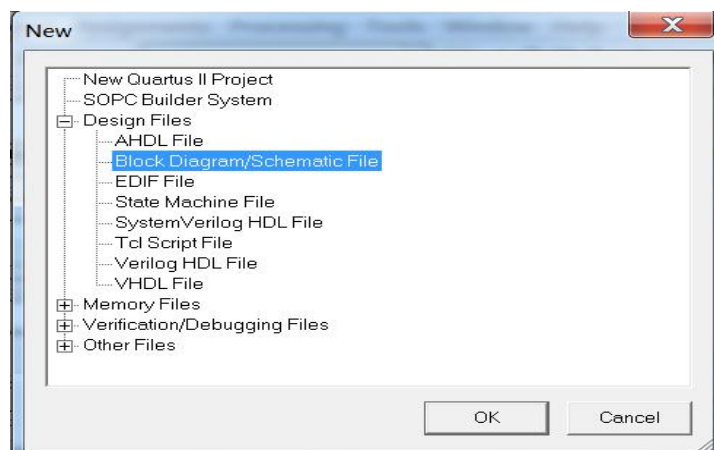

图 1-3-4 新建原理图文件（.bdf 文件）
**步骤 1** 在当前项目工程中，选择“File”菜单“New”，弹出文件类型选择对话框如图 1-3-4 所示，在“Design Files”栏中选择“Block Diagram/Schematic File”，进入图 1-3-5 所示原理图文件（扩展名为 bdf）编辑界面。